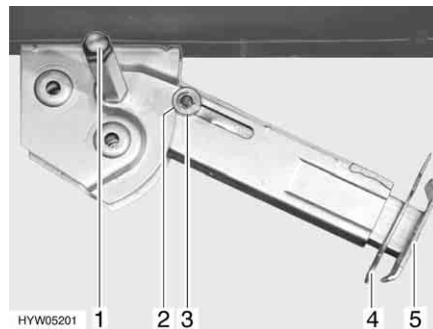

Fig. 33 Apoyo de elevación
- Colocar la llave de vaso en el hexágono (Fig. 33,1) y girarla hasta que el apoyo de elevación quede verticalmente hacia abajo.
- Extraer la clavija hendida (Fig. 33,4) de la prolongación del pie de apoyo (Fig. 33,5).
- Colocar la llave de vaso en el hexágono (Fig. 33,1) y girarla hasta que el apoyo de elevación esté de nuevo libre del suelo.
- Introducir totalmente la prolongación del pie de apoyo (Fig. 33,5) e introducir la clavija hendida (Fig. 33,4) en el orificio previsto para ello que hay en la prolongación del pie de apoyo.
- Girar con la llave de vaso en el hexágono (Fig. 33,1) hasta que el apoyo de elevación bascule hacia arriba y la arandela de guía (Fig. 33,3) esté totalmente introducida en la entalladura (Fig. 33,2).